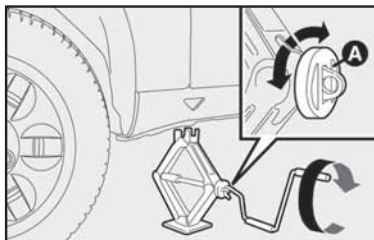

fig. 10
3) Girar a manivela do macaco para abri-lo parcialmente **fig. 10**.